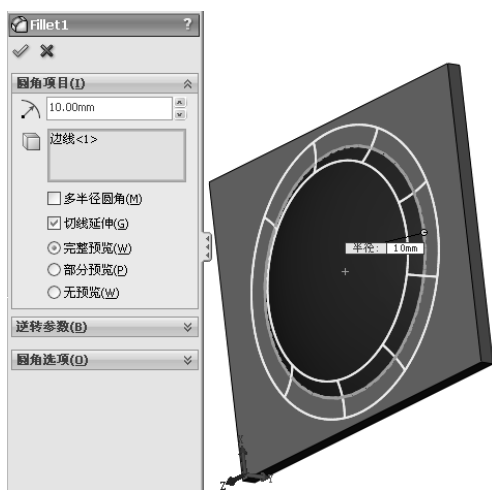
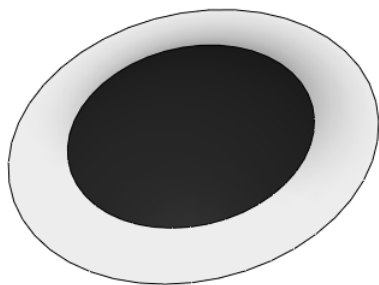

图 10-127 编辑 Fillet2 特征
图 10-128 修改后的 Boss-Extrudel 特征
(5) 在 Fillet2 属性管理器中更改圆角半径数值为 10，如图 10-127 所示。单击 (确定) 按钮，结果如图 10-128 所示，选择“文件”→“另保存”菜单命令将成型工具保存。